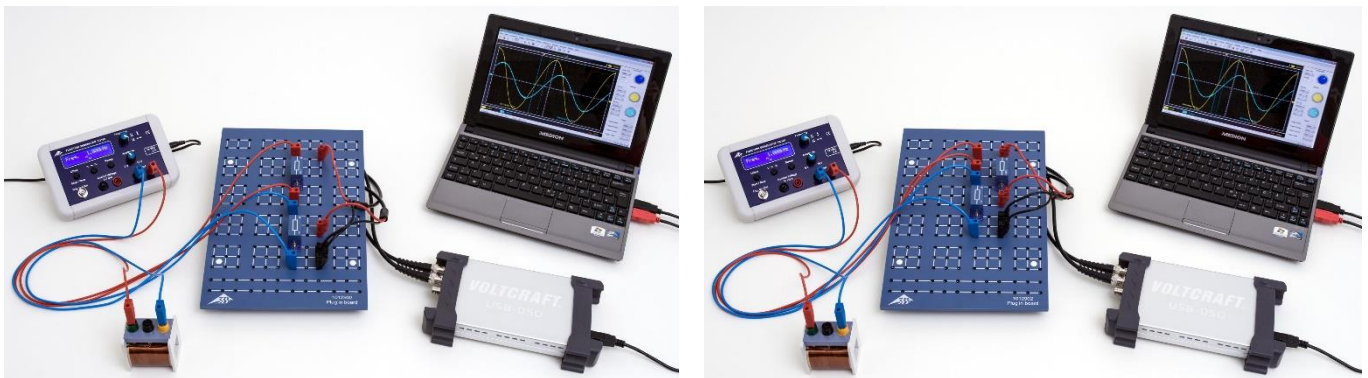

Fig. 1: Disposizione di misurazione per il collegamento in serie (destra) e per il collegamento in parallelo (sinistra).
- Realizzare la disposizione per la misurazione per il collegamento in serie (Fig. 1, sinistra) come mostrato nello schema elettrico (Fig. 2) con $R_m = 1 \Omega$, $R = 100 \Omega$ e la bobina con $N = 1200$ spire / $L = 23,0$ mH.
- Realizzare la disposizione per la misurazione per il collegamento in parallelo (Fig. 1, destra) come mostrato nello schema elettrico (Fig. 3) con $R_m = 1 \Omega$, $R = 100 \Omega$ e la bobina con $N = 1200$ spire / $L = 23,0 \text{ mH}$.